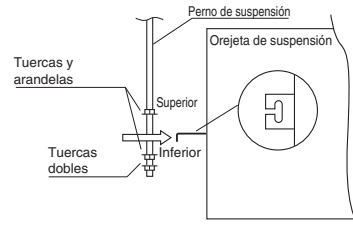

Fig. 3-23
- (1) Cuando coloque la unidad dentro del techo, determine el paso de los pernos de suspensión. Los tubos deben colocarse y conectarse dentro del techo cuando se suspenda la unidad. Si el techo ya está construido, disponga las tuberías en sus posiciones para la conexión con la unidad antes de colocar la unidad dentro del techo.
- (2) Enrosque las 3 tuercas hexagonales y las 2 arandelas (adquiridas en el sitio) en cada uno de los 4 pernos de suspensión, tal y como se muestra en la Fig. 3-23. Emplee 1 tuerca y 1 arandela para el lado superior y 2 tuercas y 1 arandela para el lado inferior, de modo que la unidad no se caiga de las orejetas de suspensión.